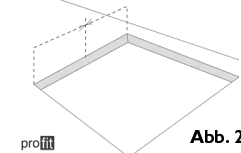

Abb. 2
- Messen Sie die Mitte der senkrechten Seiten des Ausschnitts wie in Abb. 2 dargestellt.